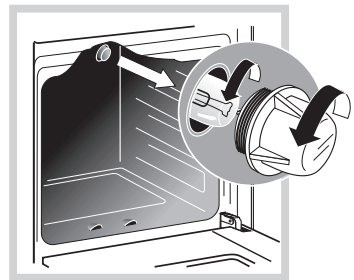

Рис.21
- Открутите стеклянный плафон (рис.21)